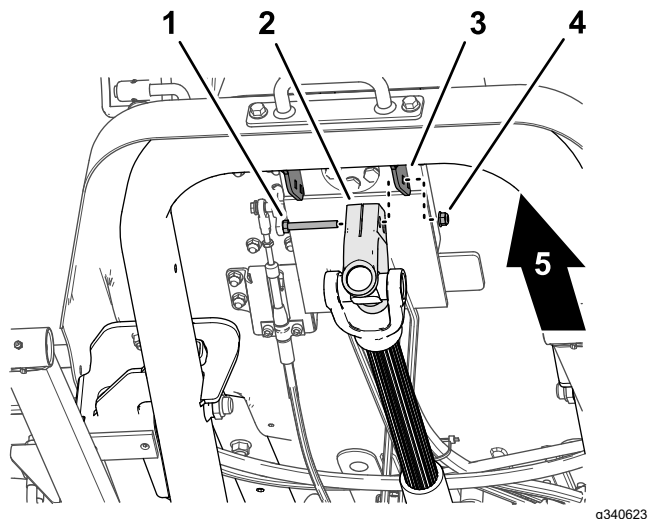

図 15
1. 駆動シャフトを支えながら、駆動シャフトのヨークをステアリングバルブマウントブラケット 図 15 に固定しているキャップスクリューとロックナットを外し、駆動シャフトを慎重に外す。